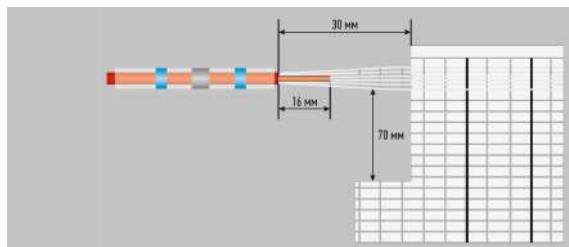

Рис. 4
5. Сместите гильзу так, чтобы оголенный медный провод был между двух синих отметок на гильзе (рис. 4).